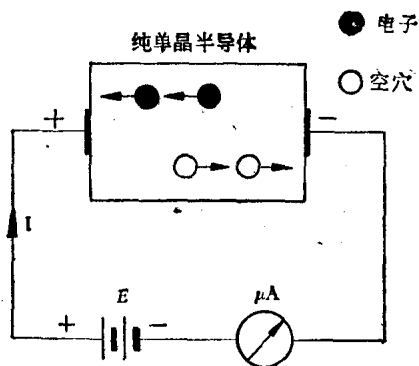

图 1-5 半导体中载流子的移动
由此可见，在一定温度下，半导体中存在着两种载流子，一种是带负电的自由电子，另一种是带正电的空穴，所以半导体在外加电压作用下，将同时产生两种载流子的导电现象，如图 1-5 所示的情形。其中的自由电子向正极移动形成电子电流，而空穴向负极移动形成空穴电流，因此流过外电路的电流等于电子电流和空穴电流的代数和，这就是纯单晶半导体的导电方式。下面我们再作一些说明。
(1) 图 1-5 中所示的空穴电流, 实际上是由共有价电子依次递补空穴, 而向正极移动的另一种电子电流, 不过为了区别于自由电子所形成的电子电流, 还是叫空穴电流更为方便。
(2) 在一般室温下, 硅、锗单晶半导体中的电子和空穴的数量还是非常少的, 因此电路中的电流也是非常小的, 不过, 硅、锗单晶半导体对温度十分敏感, 温度越高, 电流越大。
(3) 当温度升高时, 半导体里由于热运动而不断产生自由电子, 同时也出现相应数量的空穴, 这种过程称为“热激发”, 并且把产生的电子和空穴称为“电子-空穴对”。不过, 在一定温度下, 半导体里的“电子-空穴对”却能维持一定的数目, 这是因为随着“电子-空穴对”的增多, 自由电子在运动中与空穴相遇的机会也在增多, 当自由电子与空穴相遇后, 就会重新结合而消失, 这是一个逆变过程, 我们称之为“复合”。可见, “复合”的机会是随着“电子-空穴对”的增多而增多的, 因而“电子-空穴对”的增多是有限制的, 在一定温度下, 两种运动过程可以达到动态平衡, 这时, 热激发和复合的过程虽然仍在继续不断地进行, 但实际存在的“电子-空穴对”数目却是一定的。